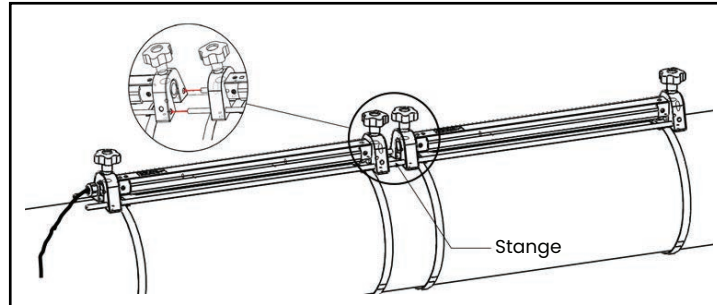

Abbildung 15: Zwei Traversen mit zwei Messkopfschieneen montieren
2. Halten Sie eine der Messkopfschieneen mit zwei Messkopfn und einem Kabel zwischen den beiden vorgelagerten Gurtpaaren an das Rohr und schieben Sie die beiden Befestigungsgurte auf die Vorrichtung (siehe *Abbildung 15* unten). Ziehen Sie anschließend die Schrauben an den Befestigungsgurten fest und prüfen Sie, ob die Befestigungsgurte an der Vorrichtung befestigt bleiben.